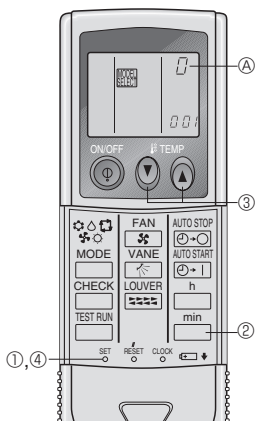

Fig. 6-9
3) Operación de ajuste del número de par del controlador remoto inalámbrico por infrarrojos (Fig. 6-9)
① Pulse el botón SET con algún objeto puntiagudo. Inicie esta operación cuando la pantalla del controlador remoto inalámbrico por infrarrojos esté apagada.